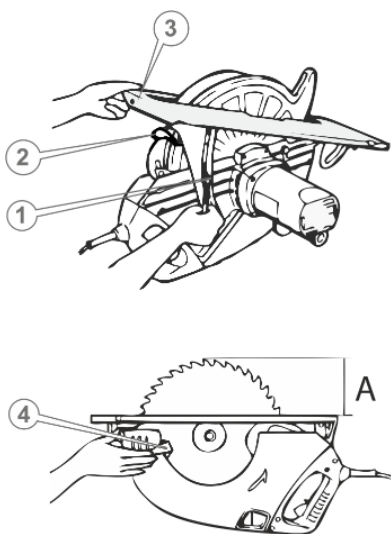

Рисунок 3. Регулювання глибини різу
5.2.2. Регулювання глибини різь (див. рис. 3)
1. Встановити пилу на рівній чистій поверхні верстата у положення, як на рис. 3.
2. Послабити важіль фіксації механізму регулювання глибини різь (1, рис. 3).
3. Обережно підняти край основи алюмінієвої бази (3, рис. 3), встановивши необхідну глибину різь (А).
4. Надійно затягнути важіль фіксації механізму регулювання глибини різь (1, рис. 3).
5. Перекона́тися, що глибину різь встановлено вірно – посунути рухливий захисний кожух за допомогою важеля (4, рис. 3) у напрямку руху годинникової стрілки, щоб відкрився робочий диск, та виміряти відстань (А).